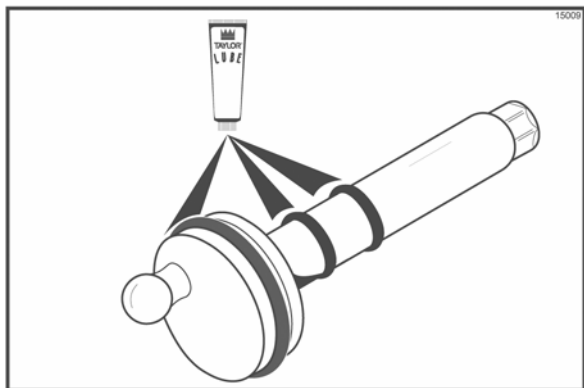

Figure 12
13. Faire glisser le gros joint torique noir et les deux petits joints toriques noirs dans les gorges de l'arbre d'entraînement. Soigneusement lubrifier les joints toriques et l'arbre. NE PAS lubrifier l'extrémité hexagonale de l'arbre (voir Figure 12).